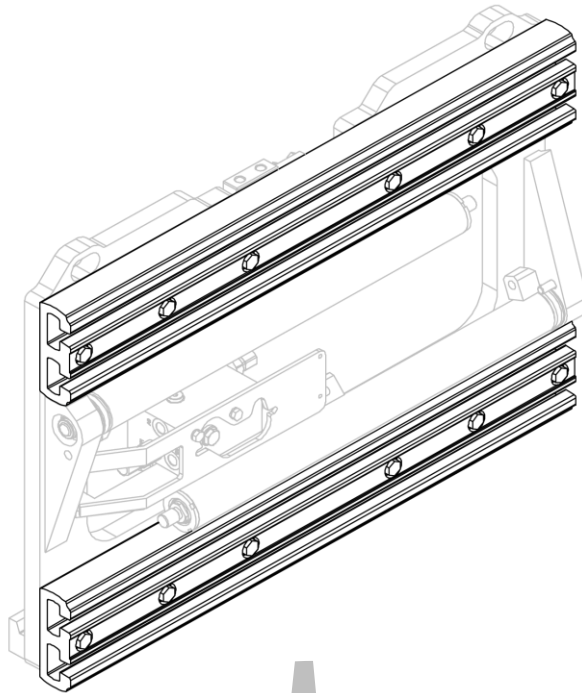
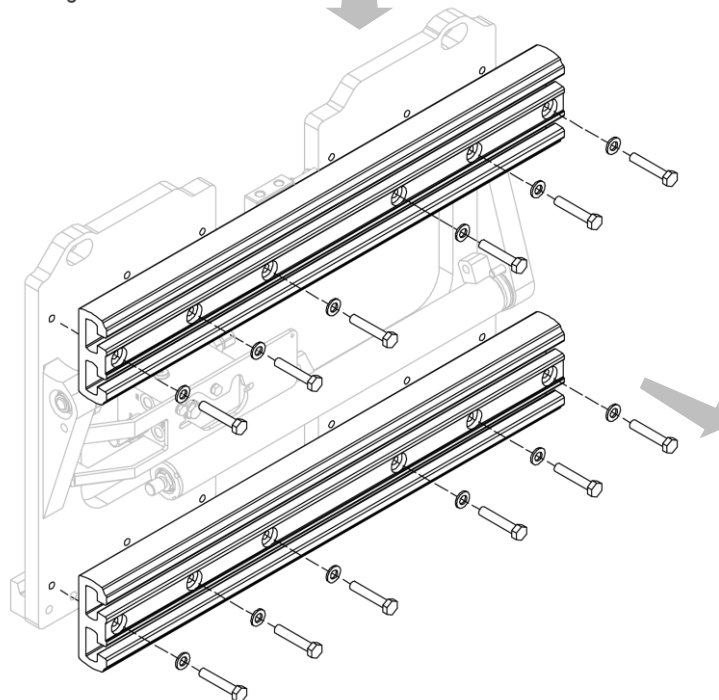

Figure 28
Figure 29
2. Retirer, un par un, les profils en aluminium après avoir dévissé les vis prévues à cet effet (voir Figure 28 e Figure 29).